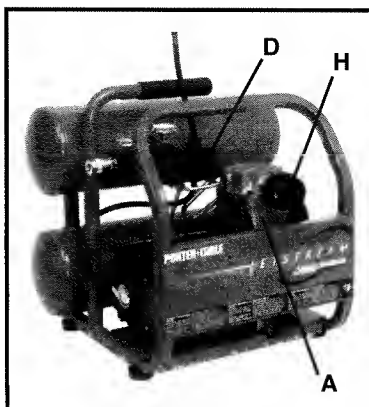

Fig. 1
## Pompe du compresseur d'air (A) Fig. 1 :
**Manostat (D) Fig. 1 :** Le manostat met automatiquement le moteur en marche lorsque la pression du réservoir chute sous la pression d'« enclenchement » établie en usine. Il arrête le moteur lorsque la pression du réservoir d'air atteint la pression de « déclenchement » établie en usine.
**Filtre d'admission d'air (H) Fig. 1 :** Ce filtre est conçu de manière à purifier l'air s'écoulant dans la pompe. Ce filtre doit toujours être propre et exempt d'obstructions. Tournez le couvercle du filtre en sens anti-horaire pour retirer et exposer l'élément filtrant en papier.
2. Inspectez le filtre d'admission d'air (H) Fig. 1. Nettoyez ou remplacez au besoin.